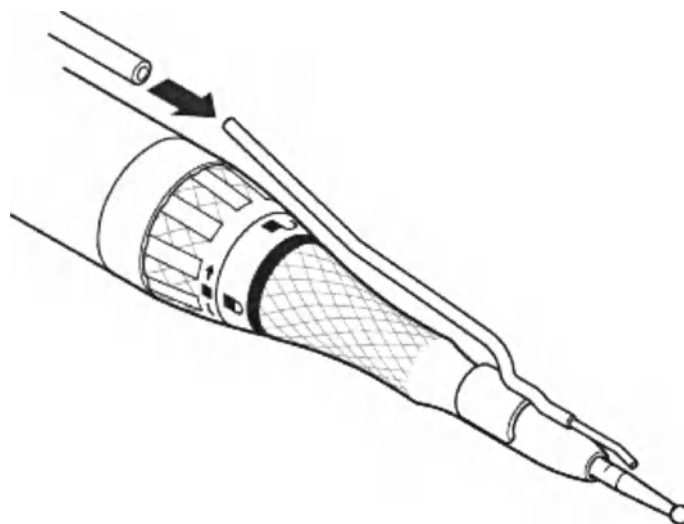

Рис. 8 – Присоединение ирригационной трубки
8. При использовании ирригационного зажима, присоедините ирригационную трубку и отрегулируйте положение ирригационного зажима для оптимальной работы (Рис. 8).